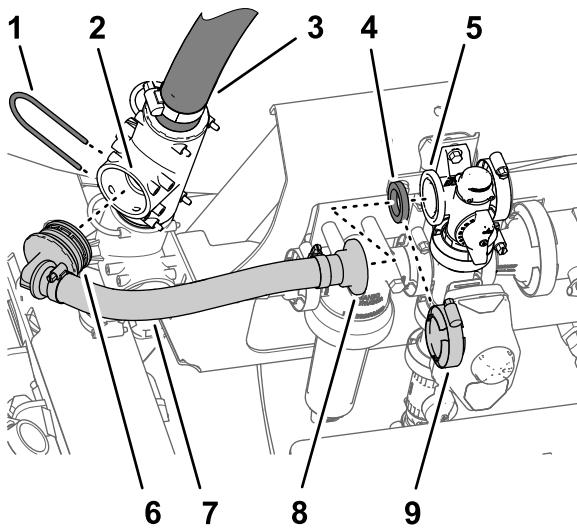

Figura 9
1. Alinee el acoplamiento dentado de 90° de la manguera de desvío de agitación nueva con el orificio abierto del acoplamiento en T superior, e introduzca el acoplamiento de 90° hasta que quede asentado en el acoplamiento en T (Figura 9).
2. Sujete el acoplamiento dentado de 90° al acoplamiento en T con la horquilla de retención (Figura 9) que retiró en el paso 2 de Retirada de las mangueras \(página 6\).
3. Alinee el acoplamiento recto con brida de la nueva manguera de desvío de agitación y la junta con la brida de la válvula de desvío (Figura 9).
4. Sujete el acoplamiento recto con brida y la junta a la válvula de desvío con la brida de fijación (Figura 9) que retiró en el paso 2 de Retirada de las mangueras \(página 6\).